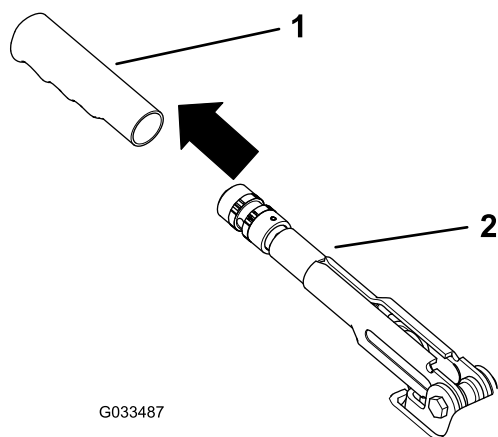

Figura 59
1. Retire la empuñadura de goma de la palanca del freno de estacionamiento (Figura 59).
5. Instale la empuñadura de goma en la palanca del freno de estacionamiento (Figura 59).